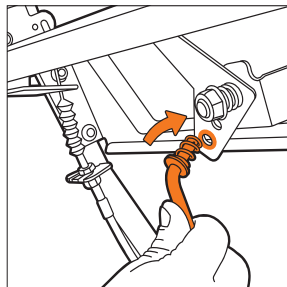

Рис. 9
- Подсоедините штангу к рычагу скорости на панели оператора (Рис. 9) и зашплинтуйте ее.